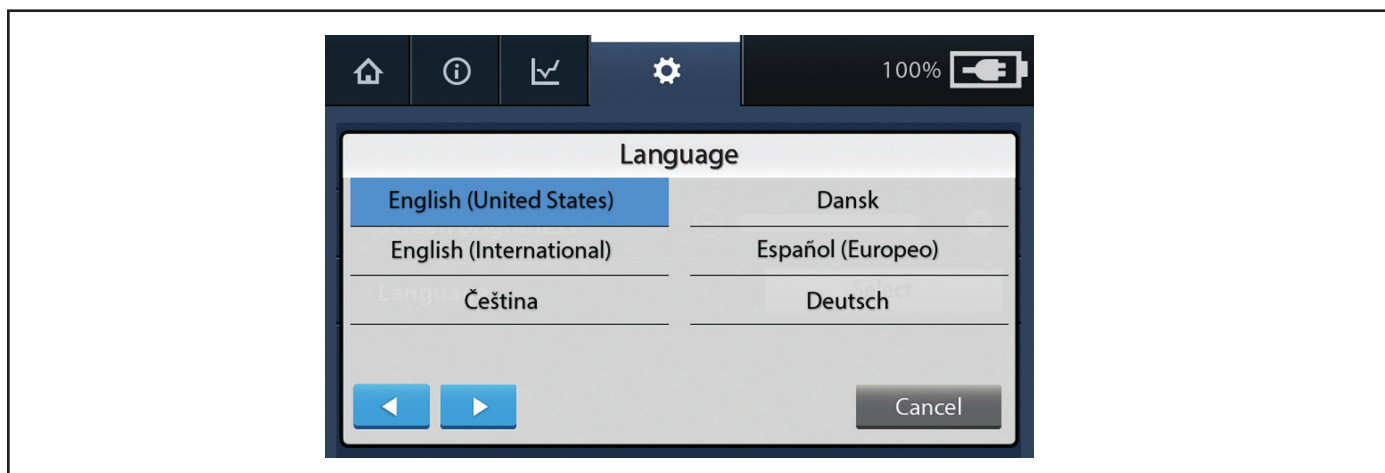

Figura 8. Pantalla de selección de idioma
2. En la lista de idiomas, toque el idioma deseado para resaltar el idioma seleccionado (consulte la figura 8). Si el idioma deseado no está visible en la pantalla, use los botones de flecha azul para navegar a otros idiomas disponibles.